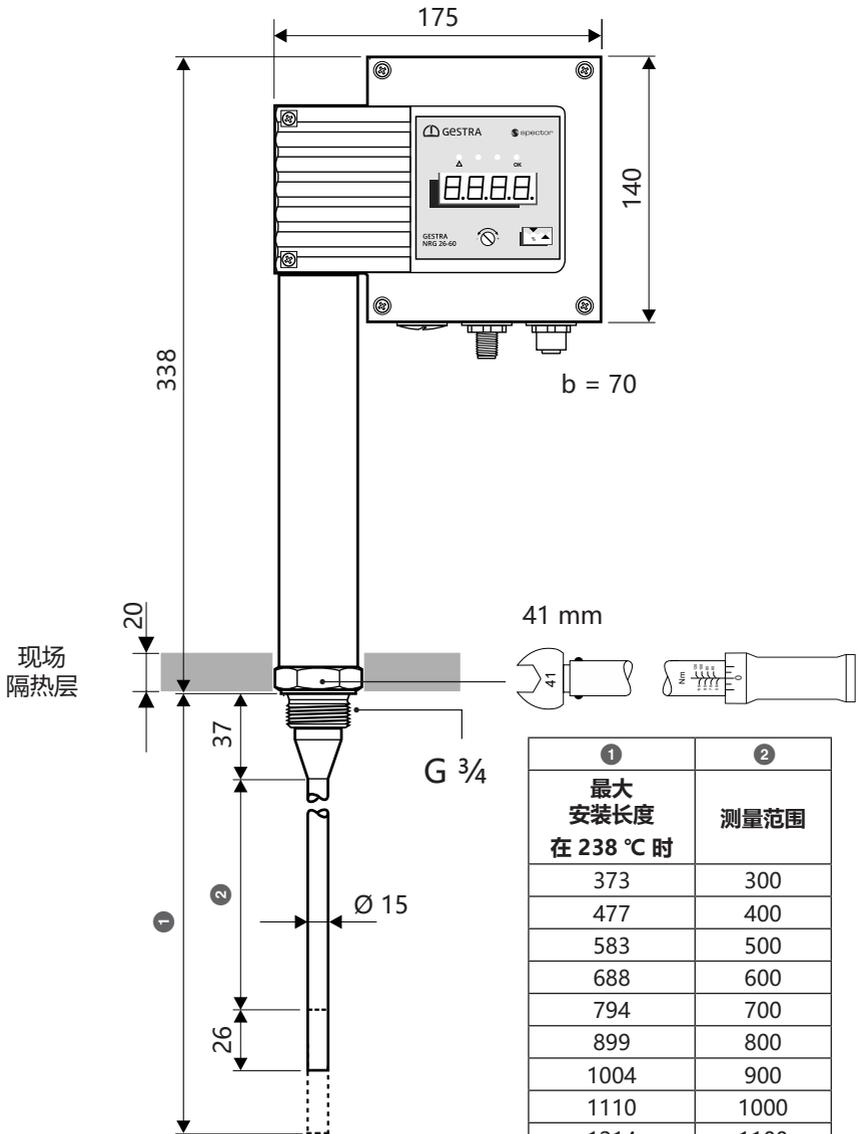

图 6
- 螺纹 G $\frac{3}{4}$  A, EN ISO 228-1, 见图 6